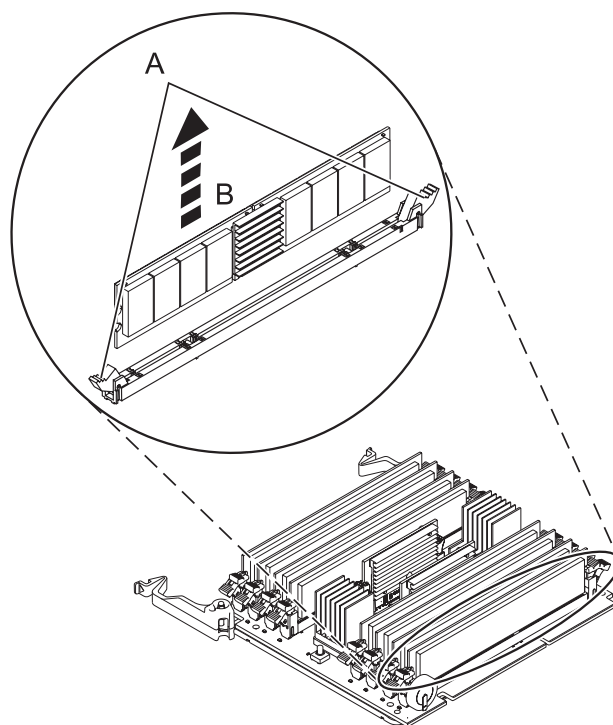

Figura 16. Remover um módulo de memória
9. Desprenda o módulo de memória empurrando a patilha de fecho (A) como está demonstrado em Figura 16. Levante o módulo de memória (B) de forma a retirá-lo para fora do conector. A ação de alavanca das patilhas força o módulo de memória a sair para fora do conector.